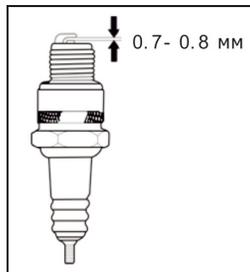

Рис. 24
4. Проверьте зазор между электродами. Он должен составлять 0.7-0.8мм. При необходимости отрегулируйте зазор (Рис. 24);